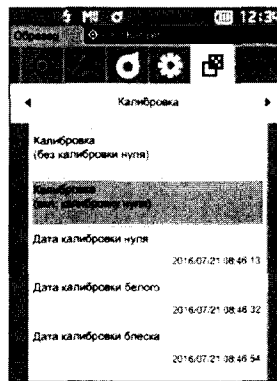

Рисунок 25
8.2.4.7 Нажмите клавишу «MENU» на спектрофотометрах и с помощью клавиш «▶» или «◀» перейдите на экран «Калибровка» (рисунок 25), нажмите на клавишу «Подтверждение».